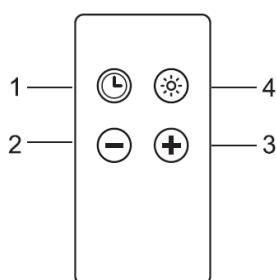

Рис. 7
• Вытяжкой WK-11 Smart Royal можно управлять с помощью пульта дистанционного управления (рис. 7).
Определение кнопок (рис. 7)